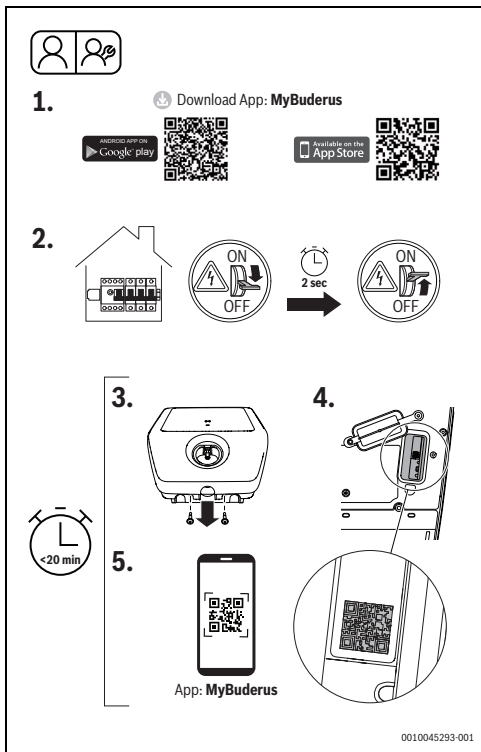

Bild 91 MyBuderus
- ▶ Logavolt über die Schalttafel der Stromversorgung ausschalten und nach ca. zwei Sekunden wieder einschalten (Abb. 91, Seite 88, Schritt [2]).
- ▶ Die beiden Schrauben an der Abdeckung lösen (Abb. 91, Schritt [3]).